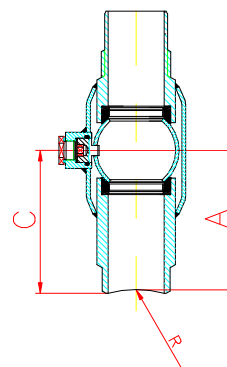

Рисунок 1
3. Привариваемому концу крана следует придать кривизну по радиусу R (рис. 1) и следовать фаску с учетом монтажных размеров, для обеспечения хорошего провара сварного шва.